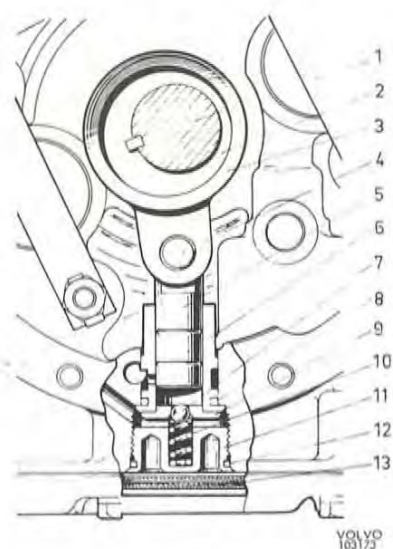
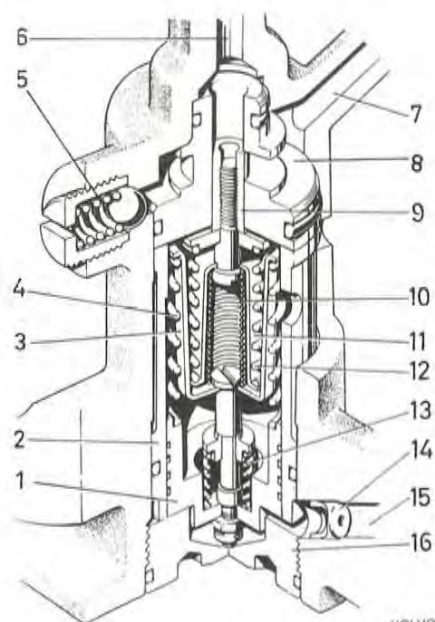
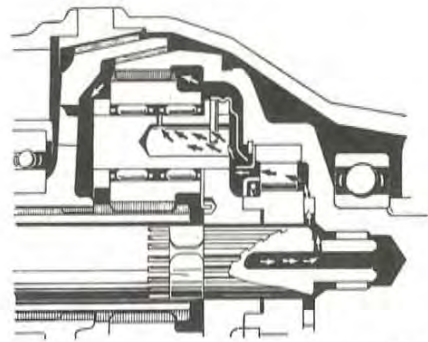

Bild 5. Oljepump
Bild 6. Reducerventil
Bild 15. Smörjsystem
Det hydrauliska systemet består av följande huvuddelar: Förfilter, oljepump (bild 5), finfilter, hydraulcylindrar och -kolvar, reducerventil (bild 6) samt en manöverventil, som påverkas av solenoiden.
Den mindre kolven (9 bild 6) är den egentliga reducerkolven.
Vid direktväxel (bild 7) sugas oljan genom förfiltret av oljepumpen och pressas genom finfiltret. Därifrån strömmar den vidare genom hydraulcylindrarna till reducer- och manöverventilerna. Manöverventilen är stängd (bild 8) och reducerventilens större kolv är i sitt nedre läge (bild 9). Fjäders (10 bild 6) är ospänd, varför endast ett lågt tryck erfordras för att pressa ned reducerventilens mindre kolv. Oljan strömmar därvid förbi denna och ut i kanalen (7) till huvudaxeln.
ventilen till läge enligt bild 10. Oljan strömmar därvid till reducerventilens nedre del och påverkar den större kolven. Denna skjuts då uppåt och spänner fjädrarna (bild 11). Genom hylsorna hindras fjädrarna att pressas samman mera. Den enda fjäder som kan arbeta i detta läge är fjädern 12, bild 6, vilken alltså bestämmer trycket vid överväxel. Fjädern 12 är betydligt kraftigare än fjädern 10, vilket gör att man nu erhåller ett betydligt högre tryck. Detta i sin tur gör att kolvarna i hydraulcylindrarna förskjuts och drar kopplingslamellen framåt och i kontakt med bromstrumman.
Vid återgång till direktväxel stänger manöverventilen förbindelsen mellan kanalerna 12 och 2, bild 7. I stället öppnas förbindelsen mellan kanalen 2 och sumpen. Härigenom kan oljan under reducerventilens större kolv strömma ut i sumpen, trycket i systemet sjunker och direktväxeln kopplas in. Genom samverkan mellan strypmunstycket (14 bild 6) och fjädern (13) erhålles en så avvägd växlingstid att en mjuk växling utan slirning erhålles.
Oljan, som passerar reducerventilens mindre kolv, leds genom kanalen, 7 bild 6, och en urborring i huvudaxeln till frihjulet och bussningen för axeln. Därefter fångas oljan av en plåt och leds via planetväxeln tillbaka till växellådshuset, se bild 15. Oljepumpen har så stor kapacitet att alltid tillräckligt med olja för smörjning strömmar förbi reducerventilen. För att erhålla ett jämnt smörjoljetryck finns en särskild reducerventil (5 bild 6) vid kanalen (7).